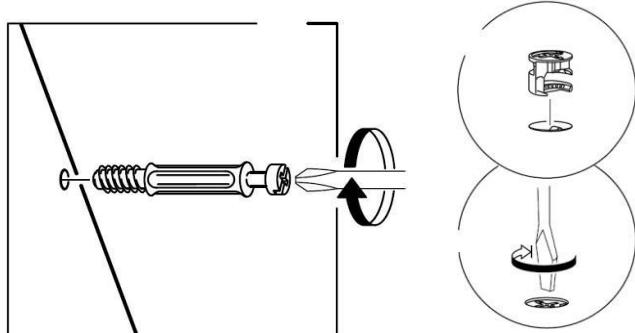

Рис. 1
1. В боковые стенки (150), (151), нижний щит (154), горизонтальный щит (153), заднюю стенку (157), перегородку (156), планку опорную (158) в имеющиеся отверстия установить эксцентрики Rastex 15\16 (низкие), а в перегородку (155) эксцентрики Rastex 15\22 (высокие), таким образом, чтобы стрелка была повернута в сторону отверстия в торце.
2. В установленные муфты эксцентриковых стяжек на боковых стенках (150), (151), крышке (152), горизонтальном щите (153) ввернуть дюбели DU644, в соседние отверстия установить шканты (рис.1 и схема сборки). Также установить шканты на нижний щит (154).